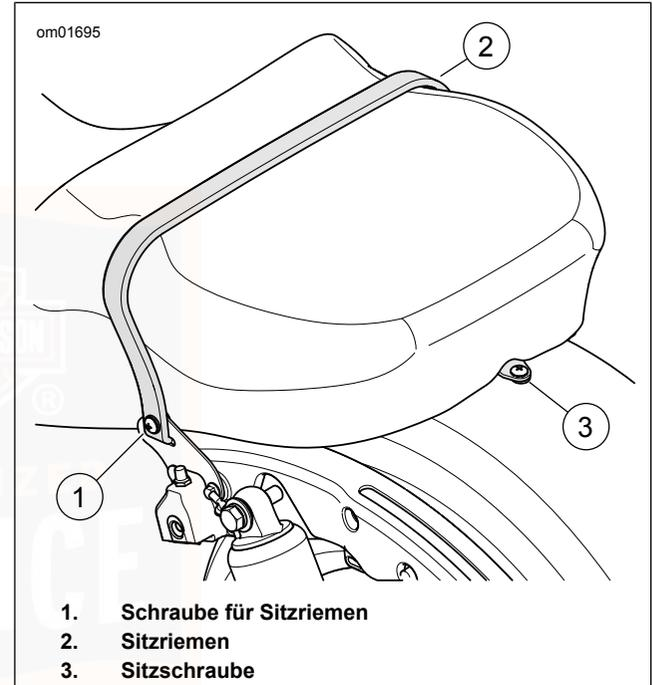

Abbildung 102. Schraube für Sitzriemen
3. Siehe Abbildung 102. Die Schraube entfernen, um den Sitzriemen von der Halterung zu lösen.
2. Siehe Abbildung 102. Die Sitzhalterung mit der Schraube am Hinterradschutzblech befestigen. Die Schraube auf folgendes Drehmoment anziehen: 5,4–8,1 N·m (48–72 in-lbs).
5. Siehe Abbildung 102. Den Riemen in den Schlitz der Sitzriemenhalterung einführen.